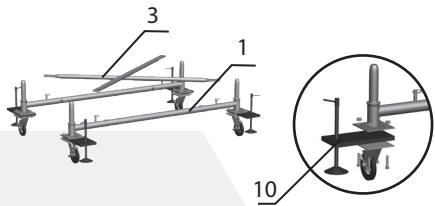

рис. 1
- При помощи крепежа колес (8), к гантели базы (1) присоединить поворотные колеса (2) и съемную винтовую опору (10)
- Установить гантель базы флагштоковыми замками внутрь. На верхние флагштоковые замки гантели базы, установить стяжки базы (3) (рис. 1). При помощи винтовых домкратов выровнять вышку по горизонтали.